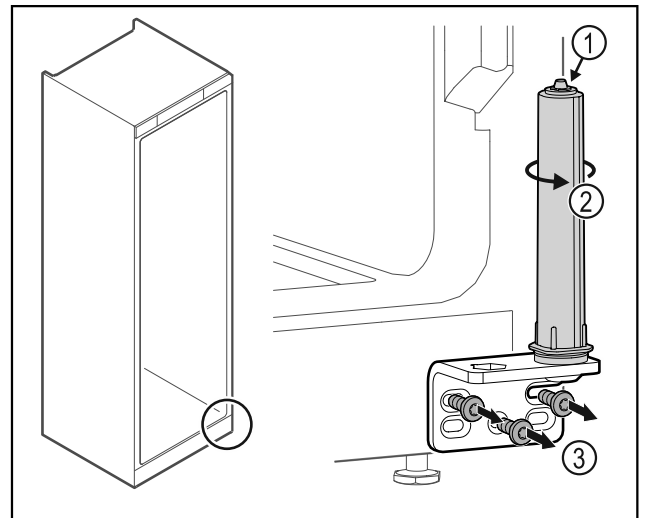

Fig. 31
- Non disassemblare il sistema di chiusura della porta Fig. 31 (1).
- Ruotare il sistema di chiusura Fig. 31 (2) finché non si innesta con un clic.
- Svitare la cerniera angolare Fig. 31 (3).